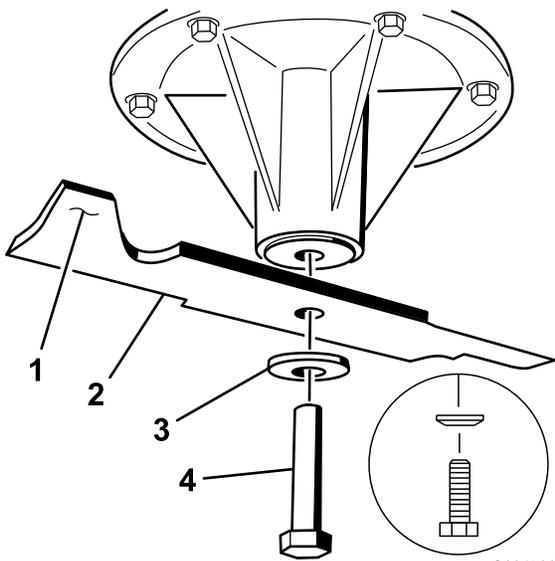

Figura 83
1. Instale la cuchilla en el eje (Figura 83).
2. Instale la arandela de muelle y el perno de la cuchilla. El cono de la arandela de muelle debe estar orientado hacia la cabeza del perno (Figura 83). Apriete el perno de la cuchilla a 115–150 Nm (85–110 pies-libra).